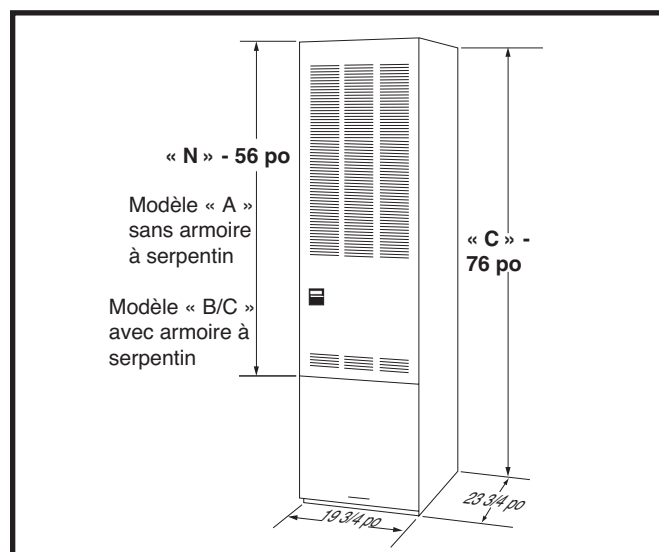

Figure 4. Dimensions totales
- Les dimensions de la pièce ou de l'alcôve doivent convenir à la taille complète de la fournaise et des dégagements stipulés dans le Tableau 1 et dans la Figure 4 \(page 6\).